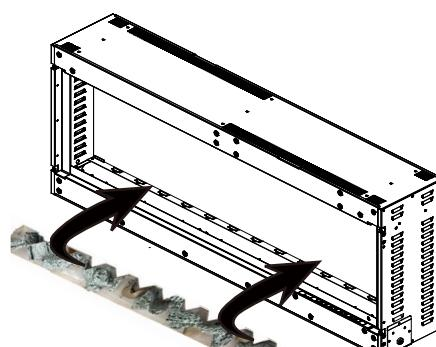

Fig. 3
- Installez l'ensemble des bûches (**Fig. 3**).